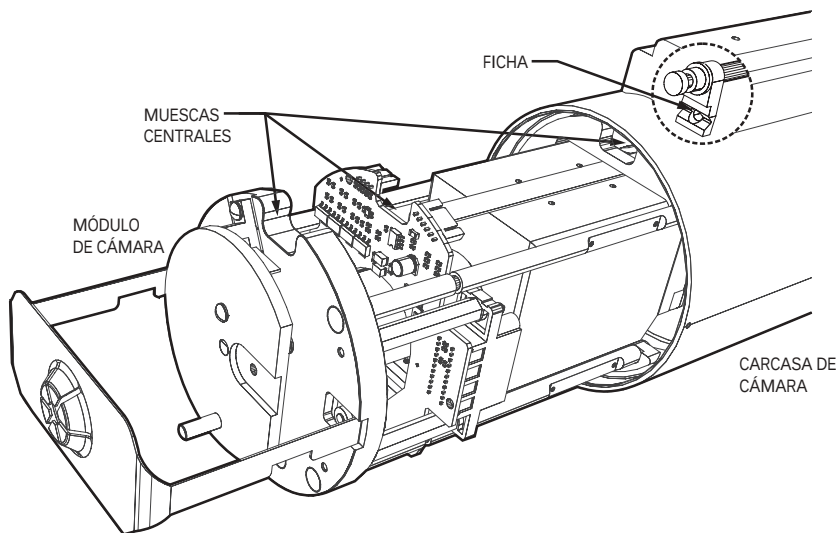
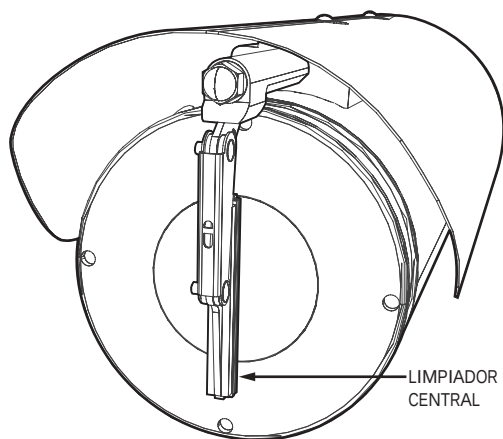

Figura 7. Instale el módulo de la cámara
Figura 8. Limpiador central
3. Deslice el módulo de la cámara en la carcasa. Consulte la Figura 7 para ubicar el módulo de la cámara adecuadamente dentro de la carcasa. Con sumo cuidado, haga corresponder la posición del conector de energía de la cámara con el conector de acoplamiento ubicado dentro de la carcasa.
Modelos con limpiadores únicamente: La ficha ubicada dentro de la carcasa deberá estar apuntando hacia abajo antes de instalar el módulo de la cámara (consulte la Figura 7). Para posicionar la ficha, coloque el limpiador ubicado al frente de la carcasa en el centro de la ventana de visualización (consulte la Figura 8).